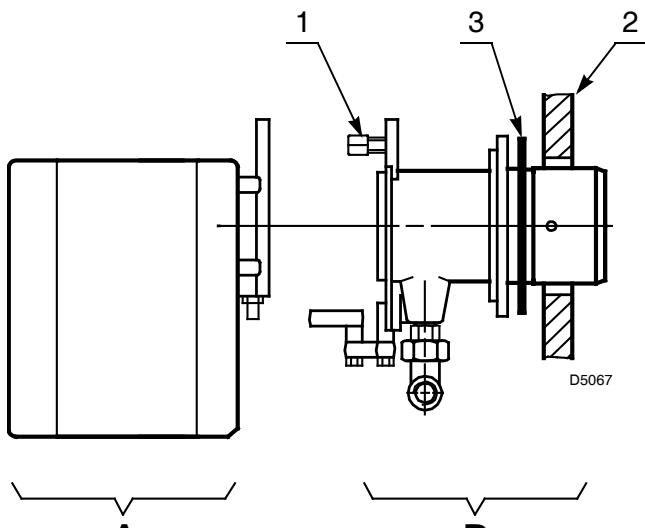

图 10
- 移开螺母1) 及A)部分(图10)后, 将燃烧头组件与燃烧器分离。
- 在B)部分(图10)安装上绝热垫3)后与锅炉烟箱板2)紧固连接。